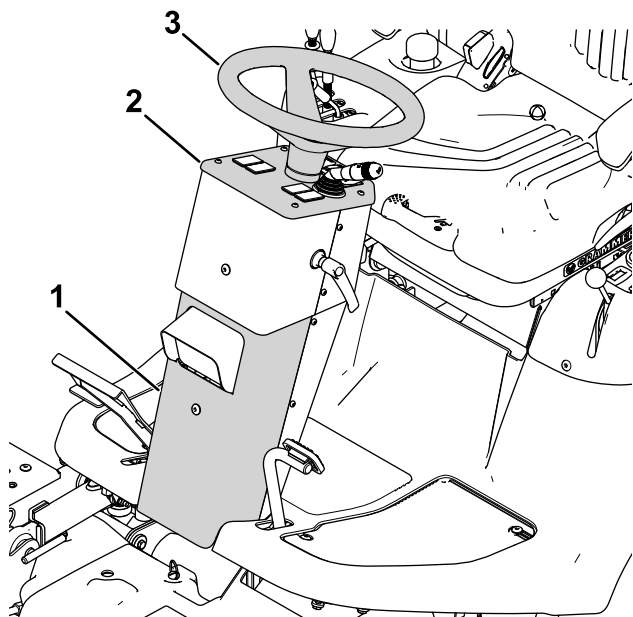

Figura 13
3. Retire o volante, painel de instrumentos e painel frontal (Figura 13).